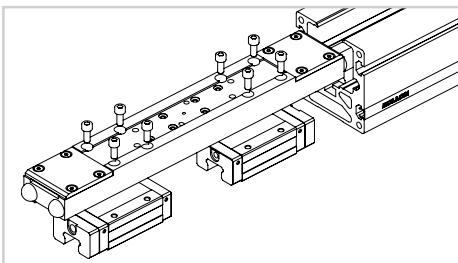

図 16
18) キャリッジを完全にスライドさせ、両方のスライドブロックにアクセスできるようにします（図 16）。交換するブロックを取り外します。